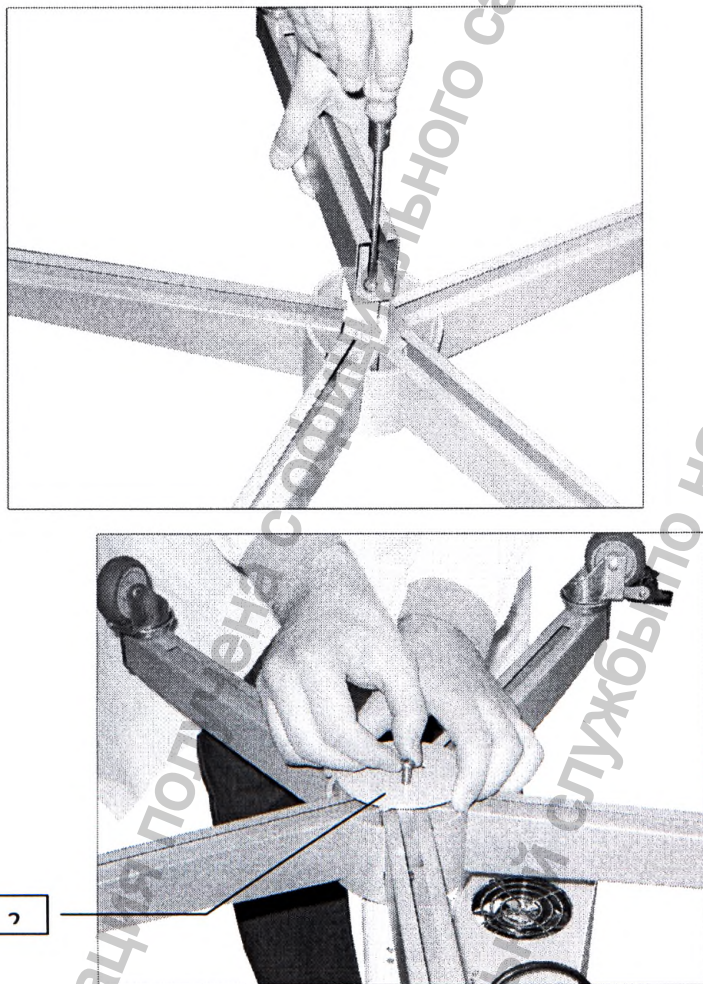

Рисунок 2
Для этого (Рис.2а) прикрутить винтами к стакану опорному 22 пять ножек 23 с колесами.
7.1.6. Установить на стойку 5 (Рис.2б) декоративную шайбу, пятиопорную станину, стопорный диск 24, совместив штифты на диске с пазами в ножках и закрутить три винта.